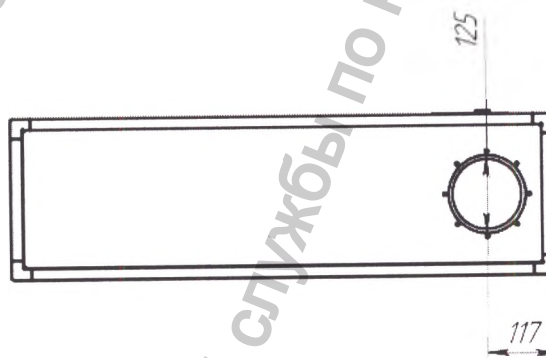

Рисунок 2.3 — Отверстие забора воздуха в модели «Тион А25»
- Модель «Тион А25» размещается на ровной поверхности, предпочтительно в горизонтальном положении. Забор воздуха осуществляется из помещения, где прибор расположен, или удаленно. Удаленный забор воздуха осуществляется посредством подключения цилиндрического патрубка (не входит в комплект поставки) диаметром 125 мм (рисунок 2.3). Забор воздуха через патрубок может осуществляться из воздуховода системы вентиляции.